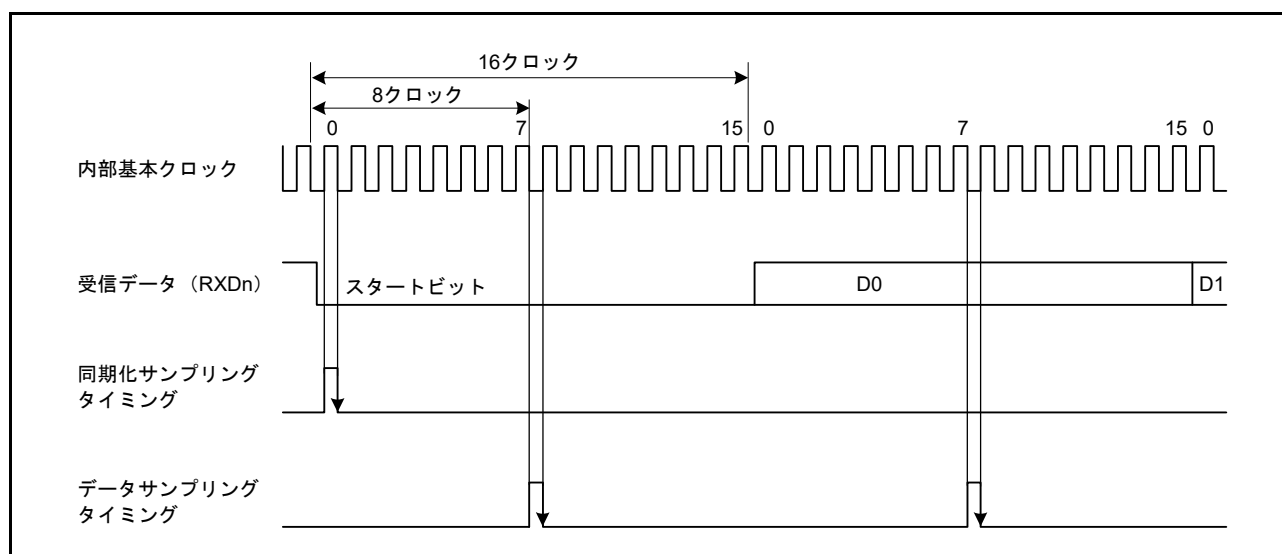

図 29.3 調歩同期式モードでの受信データのサンプリングタイミング
また、図 29.3 に示すように、受信データは基本クロックの 8 パルス目 (注1) の立ち上がりエッジでサンプリングされるため、各ビットの途中でデータが取り込まれます。調歩同期式モードでの受信マージンは以下の式 (1) のように表すことができます。